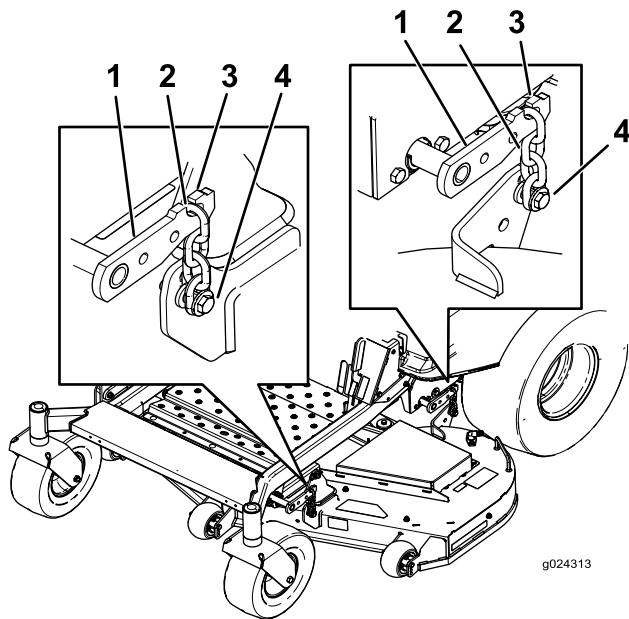

Figura 75
3. Rimuovete le catene dai ganci sui bracci di sollevamento del piatto (Figura 75).
6. Alzate la parte posteriore del piatto di taglio e attaccate le catene ai bracci di sollevamento posteriori (Figura 75).
7. Attaccate le catene anteriori ai bracci di sollevamento anteriori (Figura 75).